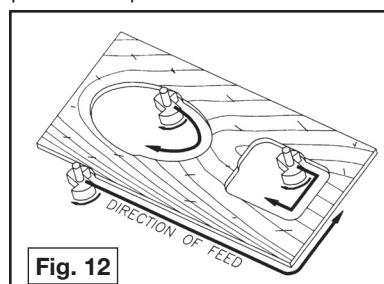

Fig. 12
**AVERTISSEMENT** Évitez la « coupe à contre-sens » (coupe en sens opposé à celui montré dans la Fig. 12). Celle-ci augmente les possibilités de perte de contrôle et peut causer des blessures. Lorsque la « coupe à contre-sens » est requise (pour reculer autour d'un coin), redoublez de prudence afin de maintenir le contrôle de la toupie.